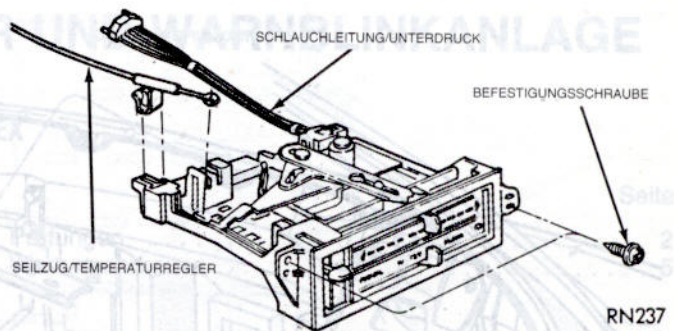

Abb. 11 – Regler der Klimaanlage
- (1) Mittlere Blende abbauen.
- (2) Handschuhfach ausbauen.
- (3) Durch die Handschuhfachöffnung in der Instrumententafel greifen und Unterdruckleitungen vom Regler abziehen.
- (4) Die beiden Befestigungsschrauben des Reglers lösen (Abb. 11).
- (5) Regler in Richtung Fahrersitz ziehen, Seilzug aushängen und Verdrahtung abziehen.
- (6) Regler aus der Instrumententafel nehmen.